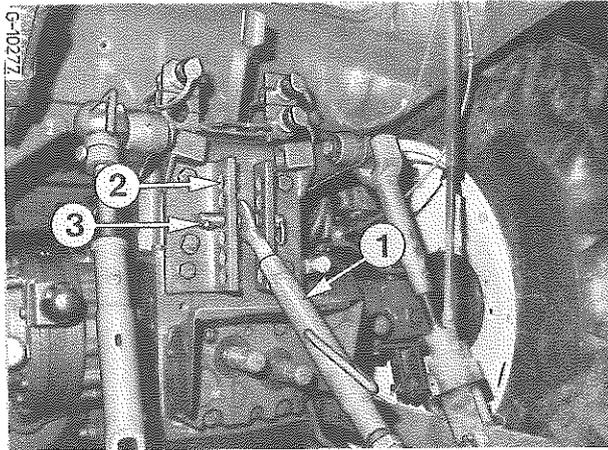

Figure 45
Fixez le bras supérieur (1) Fig. 45 au trou (2 ou 3) suivant le cas.